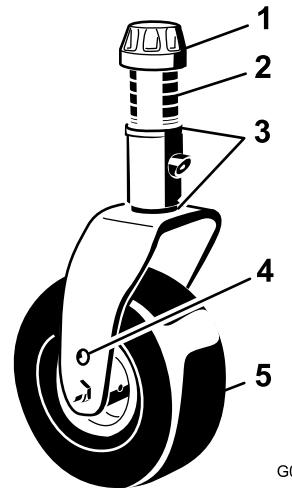

Figura 96
- Retire el casquillo tensor del eje de la rueda giratoria, y retire el eje del brazo de la rueda giratoria (Figura 96). Vuelva a colocar los suplementos, según sea necesario, para elevar o bajar la rueda giratoria y obtener la inclinación correcta de la unidad de corte.